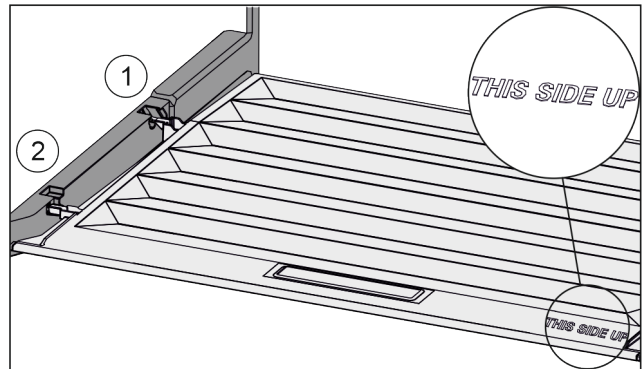

Fig. 43
- ▶ Вставити поперечні ребра через отвір заднього тримача Fig. 43 (1) і зафіксувати спереду у тримачі Fig. 43 (2).